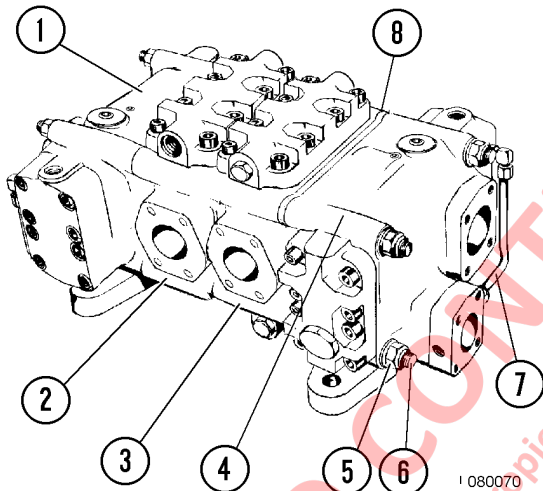
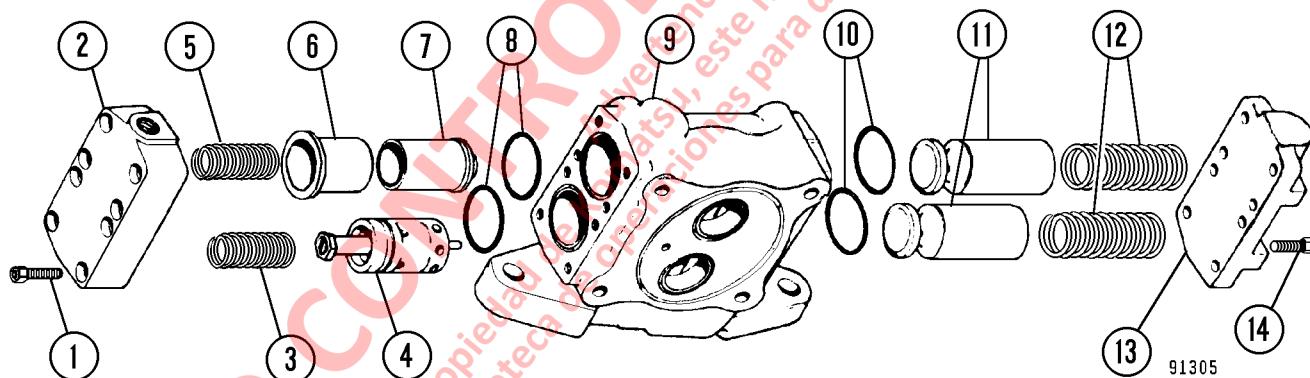

FIGURA 8-2. CONJUNTO DE LA VÁLVULA DE ELEVACIÓN
FIGURA 8-5. DESARME SECCIÓN DE ENTRADA
NOTA: La válvula de elevación se debe colocar con la placa separadora (8, Figura 8-2) hacia la parte delantera del camión.
1. Saque cuatro tuercas y arandelas del perno de acople principal (5, Figura 8-2) desde un extremo de la válvula. Deslice los tirantes de acoplamiento desde la válvula y separe las secciones.
- Desconecte el tubo externo (7, Figura 8-2) en el extremo de la cubierta. Retire los pernos (14, Figura 8-5) y la cubierta (13). Retire los resortes (12), válvulas de retención (11) y las juntas tóricas (10).
- Retire los pernos (1, Figura 8-5) y la cubierta (2). Retire los resortes (3) y (5), además de la válvula de alivio principal/control de flujo (4). Retire la camisa (6), la válvula de alivio de baja presión (7) y las juntas tóricas (8).
3. Instale las válvulas de retención (11, Figura 8-5) en sus respectivas cavidades. Instale los resortes (12).
4. Instale las juntas tóricas (10) y la cubierta (13). Instale y apriete los pernos (14) a **81 N·m (60 ft lb)**.
5. Instale la válvula de alivio de baja presión (7) en la camisa (6), luego instale el conjunto en la carcasa (9). Instale la válvula de alivio principal/control de flujo (4). Instale los resortes (3) y (5). Instale la cubierta (2). Instale y apriete los pernos (1) a **81 N·m (60 ft lb)**. Conecte el tubo externo y apriete las tuercas a **34 N·m (25 ft lb)**.
NOTA: No es necesario sacar las secciones de entrada (1) o (4, Figura 8-2) para desensamblar la sección del carrete (2) o (3).